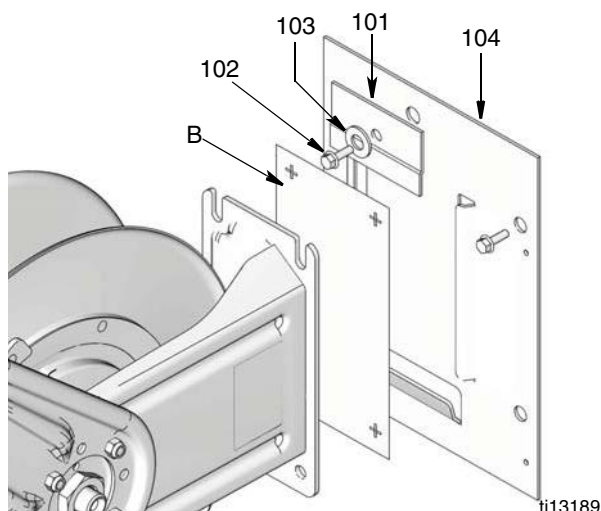

Рис. 10
2. Выберите расположение для монтажа блока барабанов. Установите барабан на стену с помощью предоставленного шаблона (B) для разметки просверливаемых отверстий.
Вы можете прикрепить к стене плиту основания (104) для упрощения установки и снятия шлангового барабана при техническом обслуживании (Рис. 10).
3. Задвиньте шланговый барабан на плиту основания (104), а также установите прижимную пластину (101), шайбу (103) и винт с колпачком (102). Надежно затяните винт (Рис. 10).